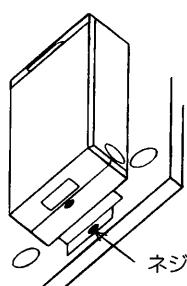

図1
6. 電気配線工事の項目を参照してください。(図1)
(図1参照)
2) 接続された配管キット⑪接続部に、断熱パイプ(小)⑫をかぶせ、さらにシールザイ⑭を巻き付けてください。(図1参照)